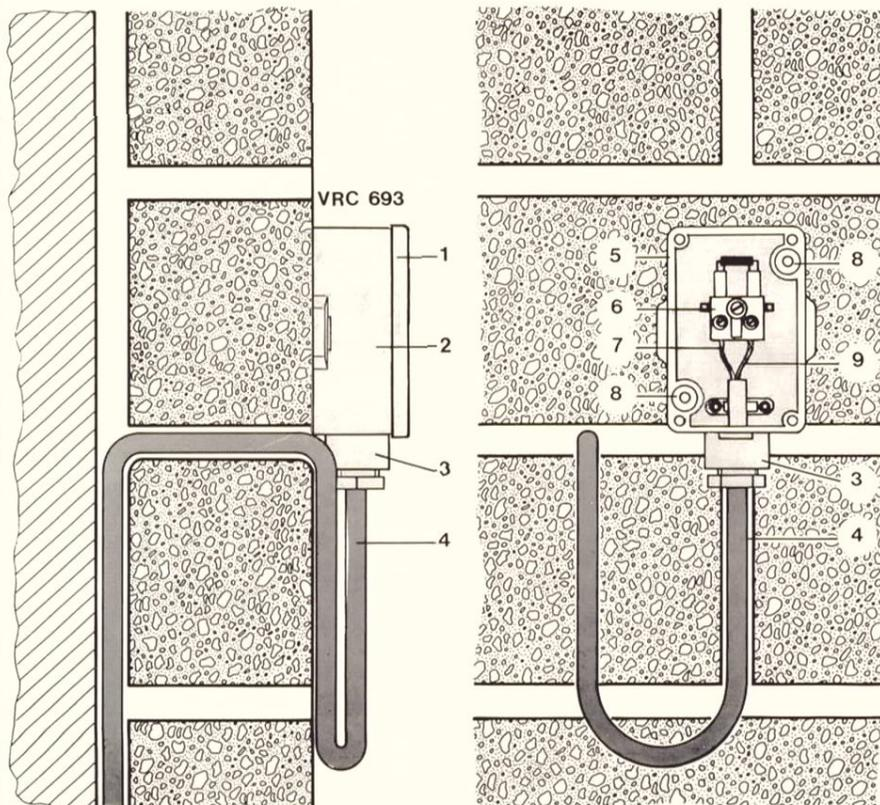

Abb. 2
Die Ader (7) und die Ader (9) entsprechend der Abbildung 2 und 13 anklennen.